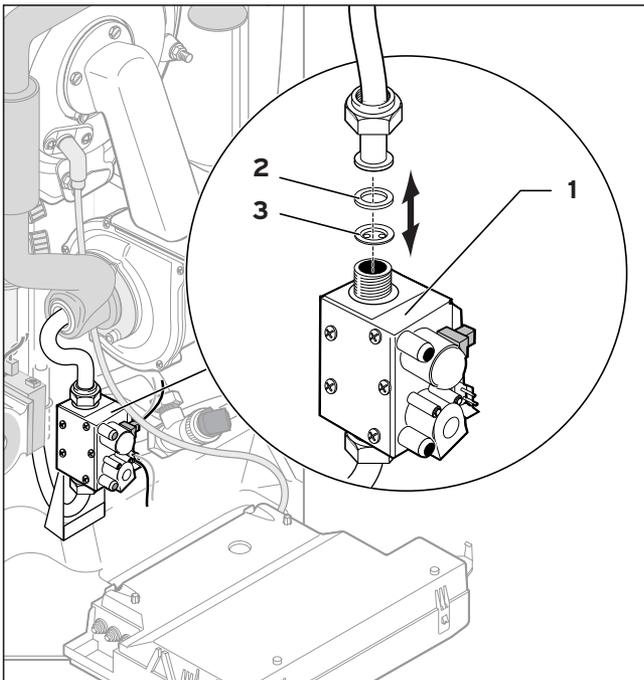

Abb. 5.3 Gasblende tauschen
- Für die Umrüstung des Gerätes von Erdgas- auf Flüssiggasbetrieb tauschen Sie die eingebaute Gasblende inklusive der Dichtung (2, 3) gegen die dem Gerät beige-packte entsprechende Flüssiggasblende aus (s. Abb. 5.3) (Tab. 5.1).